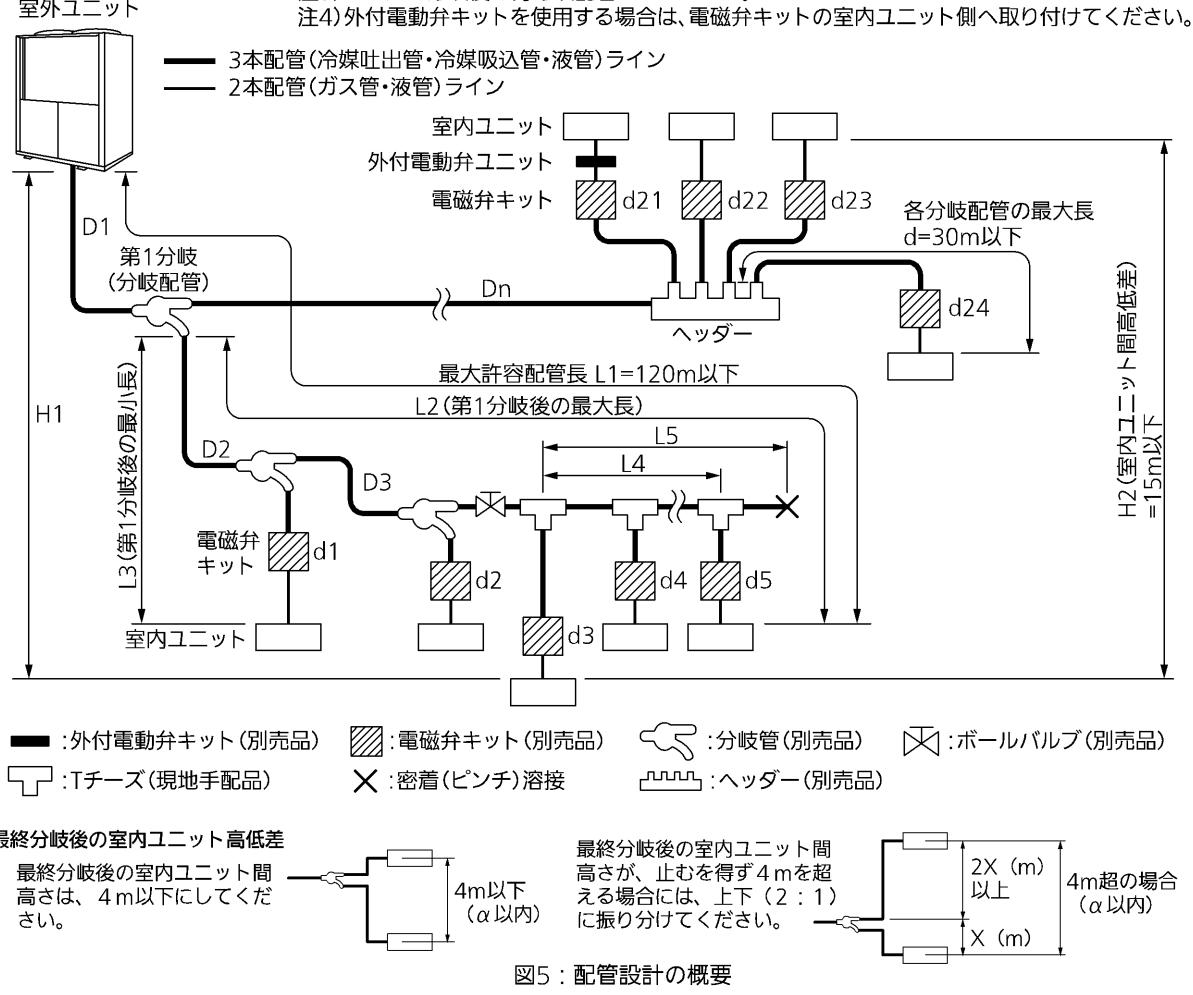

図5：配管設計の概要
*3 最終分岐後の室内ユニット間高低差は図5の制限以内になるように設置してください。